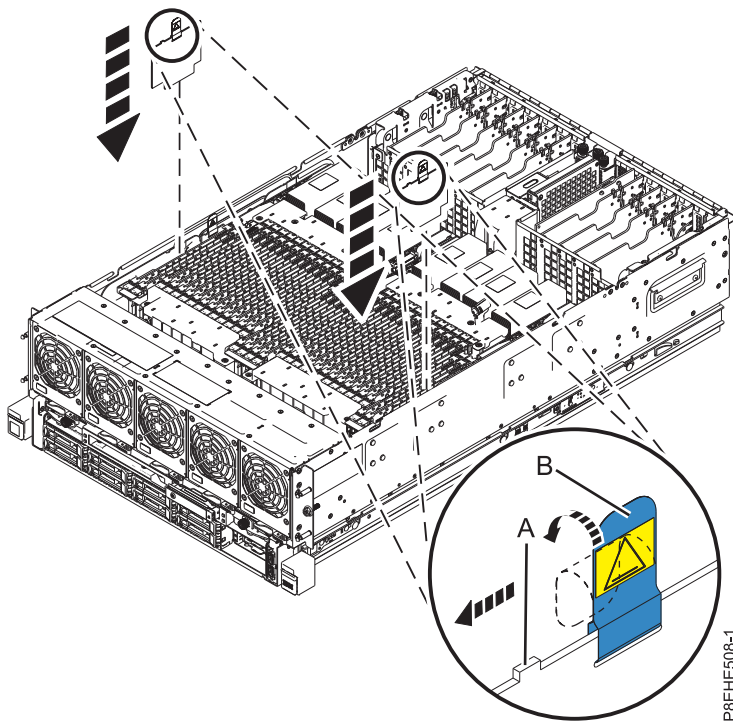

図 1. メモリー電圧調節モジュールの取り付け
- 図 1 に示すように、メモリー電圧調節モジュールをシステム・バックプレーンのコネクタ内に配置します。